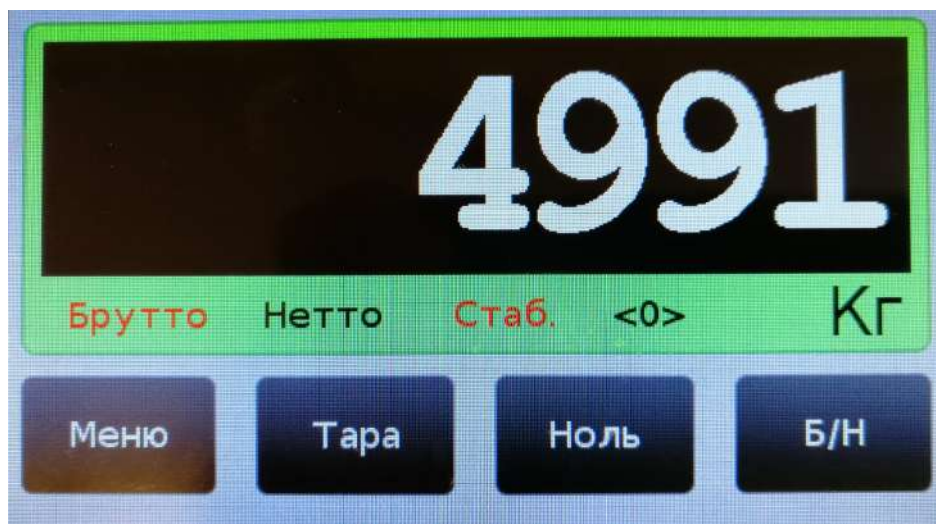

Рис. 8.1.1. Вход в меню установки параметров.
8.1.1. Вход в главное меню установки параметров производится по нажатию на кнопку «Меню», см. рис. 8.1.1.
8.3.3. В режиме **«Всегда взвешивать»** значение веса тары будет вводиться путём непосредственного взвешивания тары при нажатии на кнопку **«Тара»**, см. рис. 8.1.1, стр. 8.